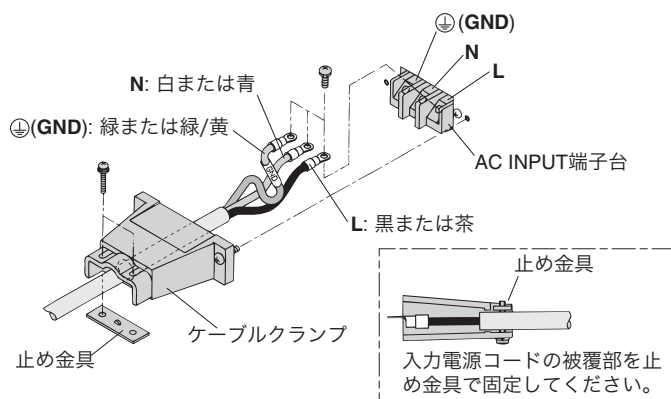

図 1-5 電源コードの本機側の接続
3. 図 1-5 のように AC INPUT 端子台に付属の電源コードを接続します。